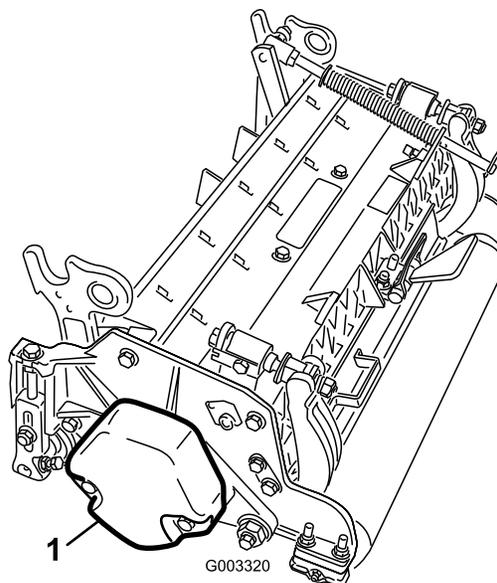

Рисунок 4
4. Убедитесь, что противовес (Рисунок 4) установлен в надлежащих концах каждого режущего блока, как описано в *Руководстве оператора* для режущих блоков.